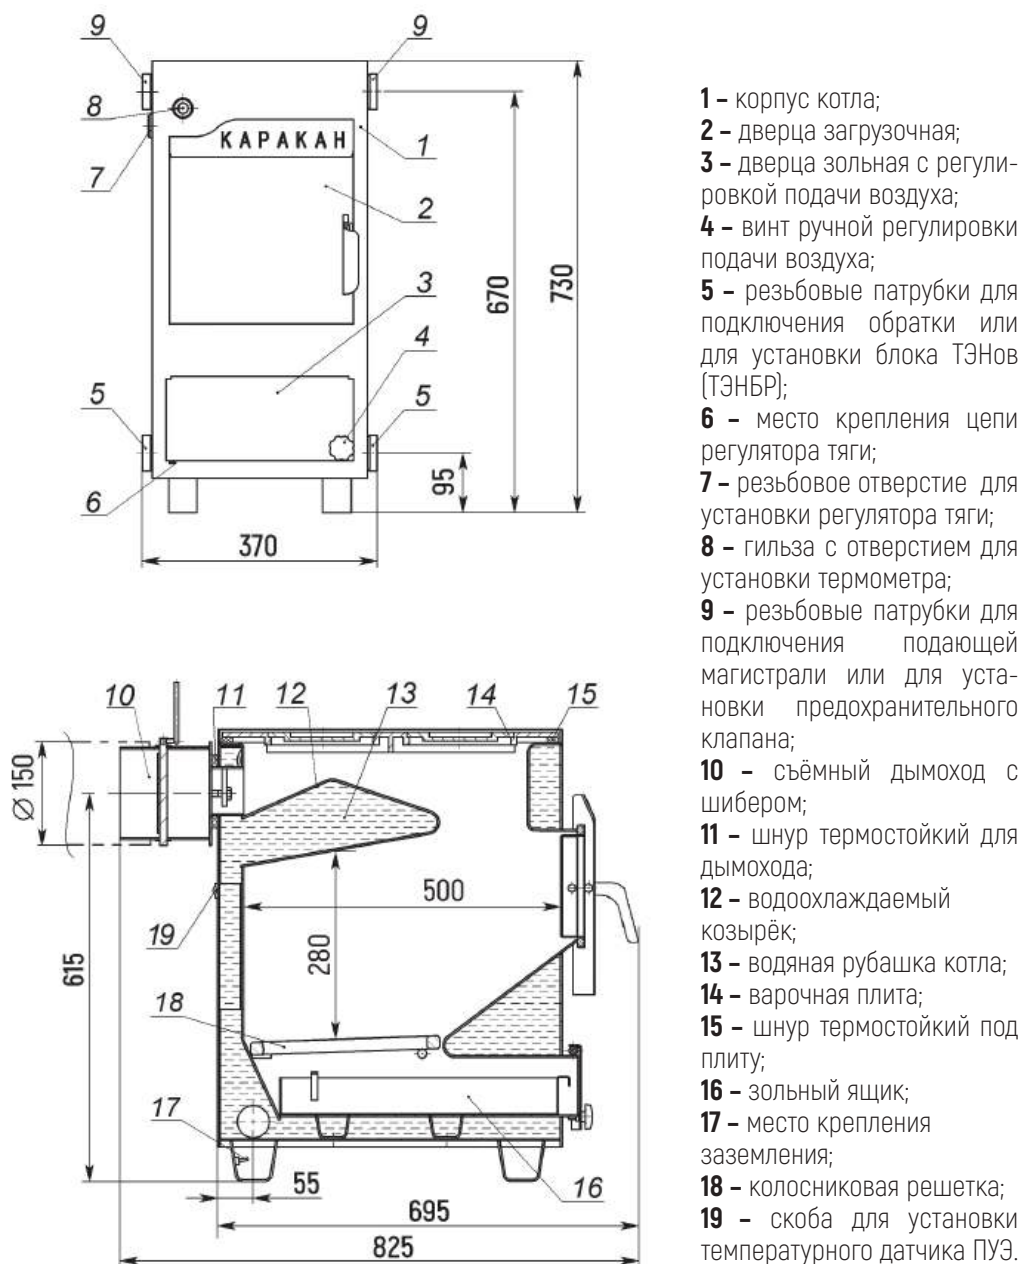

Рисунок 1. Устройство котла в базовой комплектации.
5. УСТРОЙСТВО КОТЛА (см. рисунок 1)